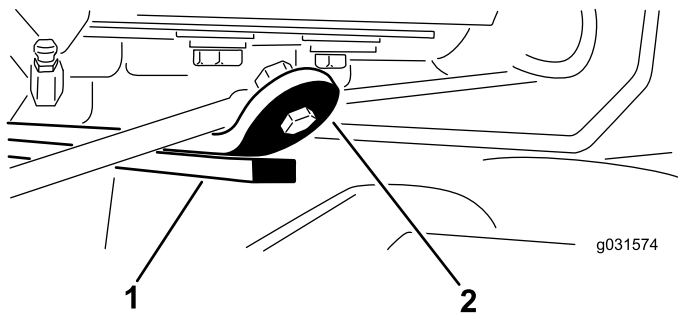

Figure 9
3. Démarrez le moteur, levez les tabliers de coupe et vérifiez qu'un espace de 0,51 et 2,54 mm (0,02 et 0,10 po) existe entre le segment d'usure sur le dessus de la barre d'usure du tablier arrière et la bride de butée, comme montré à la Figure 9.